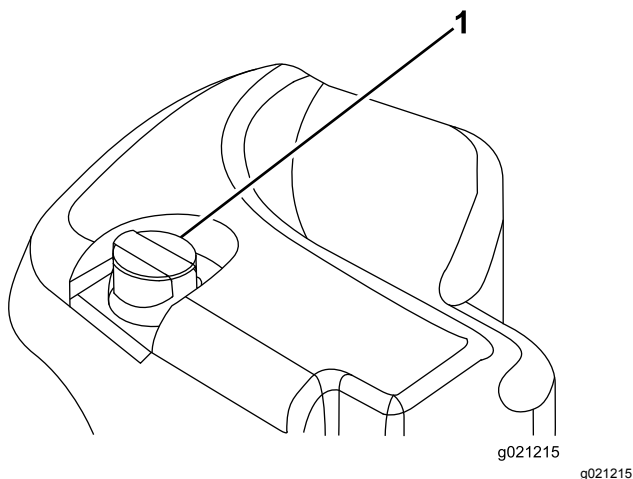

Figura 98
2. Limpe a zona em redor do tubo de enchimento e da tampa do depósito hidráulico (**Figura 98**). Retire a tampa do tubo de enchimento.